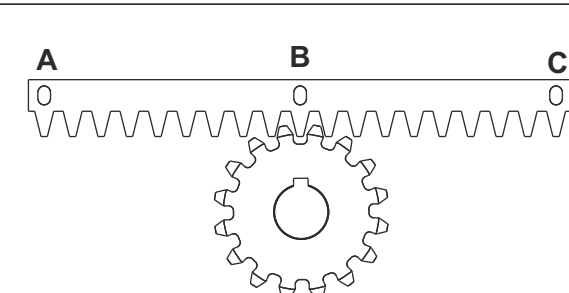
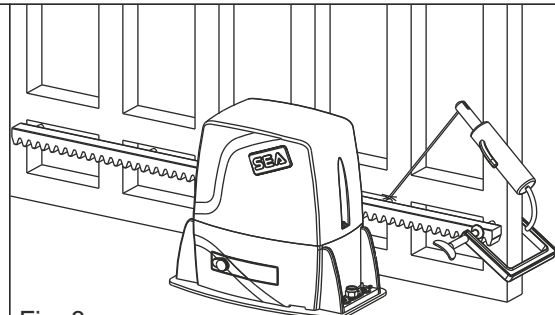

Fig. 7
Fig. 8
**5.3.** Placer l'élément de crémaillère sur le pignon denté de l'opérateur de façon qu'il soit parallèle à le guide de coulissement au sol; le positionner comme sur la Fig. 7 et souder électriquement le cliquet central **B** à la structure du portail (Fig. 8). Déplacer manuellement le portail jusqu'à ce que le cliquet **C** soit correspondant au pignon, donc le souder électriquement. Effectuer la même opération pour le cliquet **A** après l'avoir mis en correspondance avec le pignon;